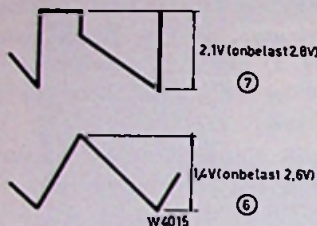

Fig. 8.
Fig. 8 toont ons de lijnoscillogrammen van de punten ⑥ en ⑦, met de amplitudeopgaven in belaste toestand.